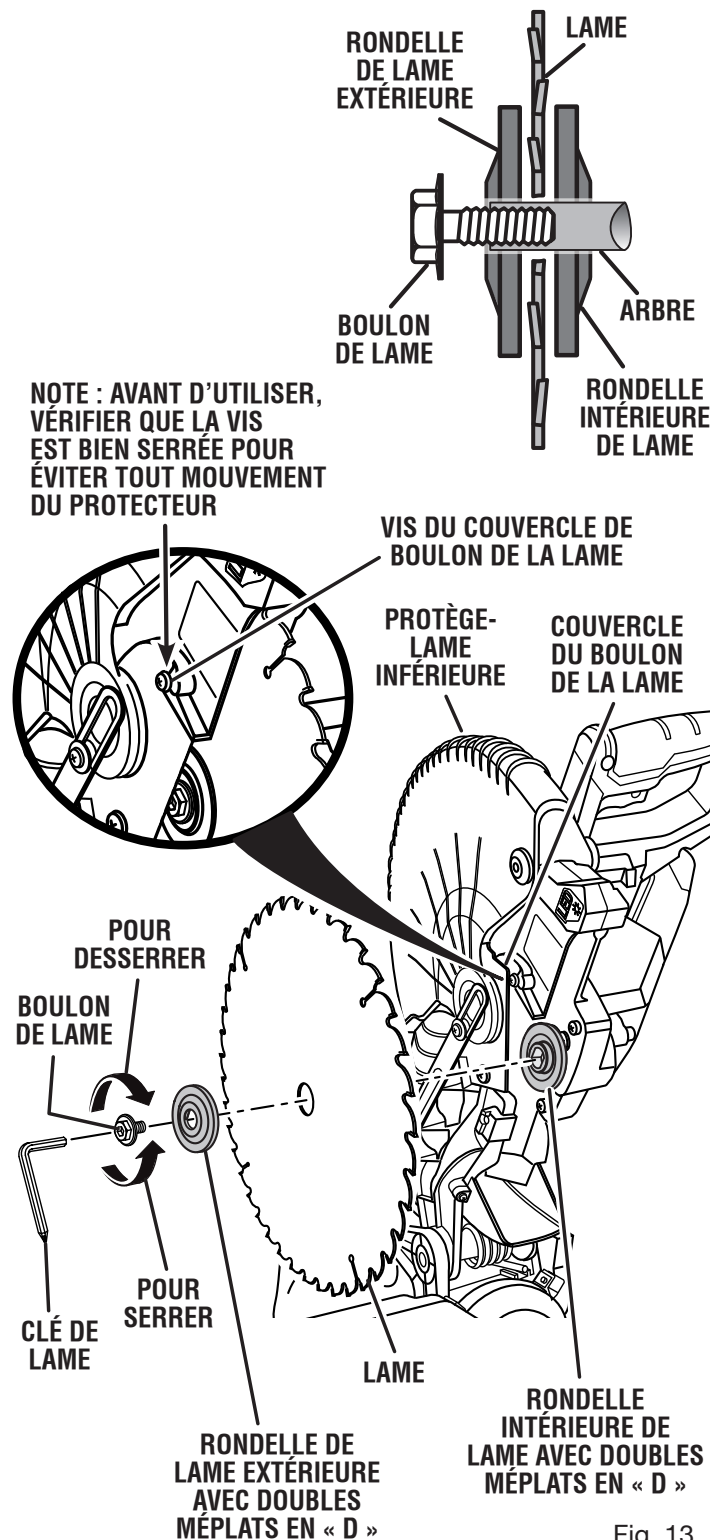

Fig. 13
Voir la figure 13.
- Insérer la lame de la scie à l'intérieur du protège-lame supérieur et sur l'épaulement de la rondelle intérieure. Les dents doivent être orientées vers le bas à l'avant de la lame, comme le montre la figure 13.